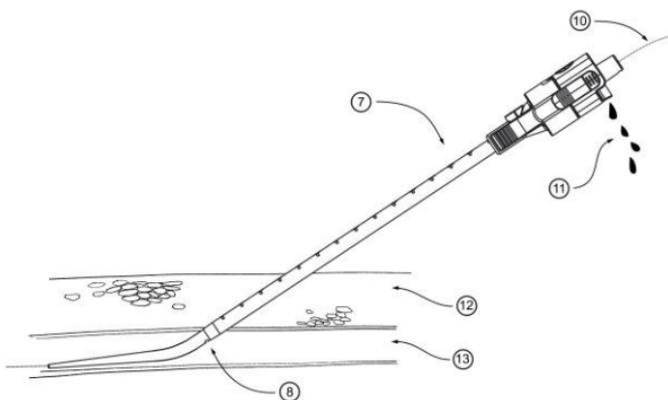

Figura 2. Reflusso ematico che segnala l'ingresso dell'introduttore a guaina nel vaso
- c. Fare avanzare l'introduttore PerQseal® nel vaso mantenendo un'angolazione bassa ($\leq 30^\circ$) fino a osservare il reflusso ematico dalla porta posta sul lato del terminale del dilatatore (11, Fig. 2). A questo punto, interrompere l'avanzamento del dispositivo (v. Figura 2).